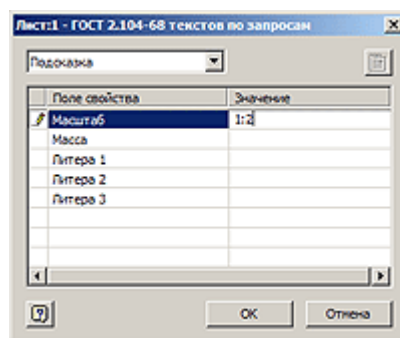

Рисунок 2
2. Открывается диалоговое окно с заполнением полей штампа чертежа в части масштаба, массы и поля «Литера». Указываем масштаб (например, 1:2) и нажимаем кнопку «ОК» (см. Рисунок 2).